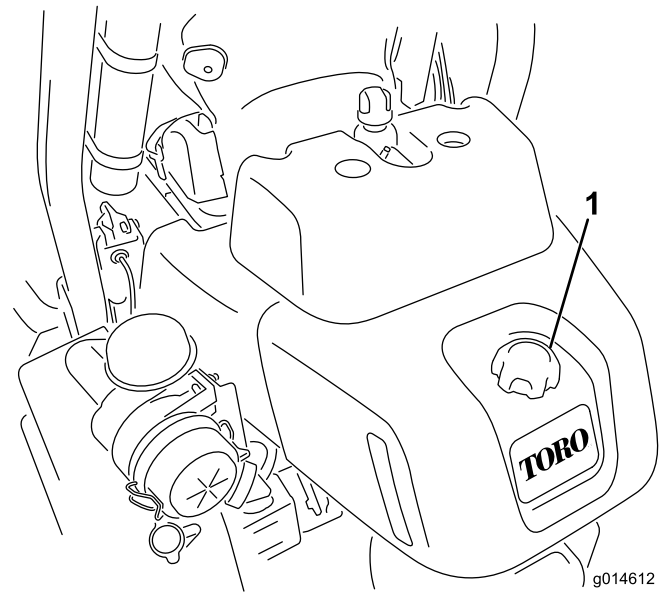

Figura 28
1. Limpie alrededor del tapón del depósito de combustible (Figura 28).